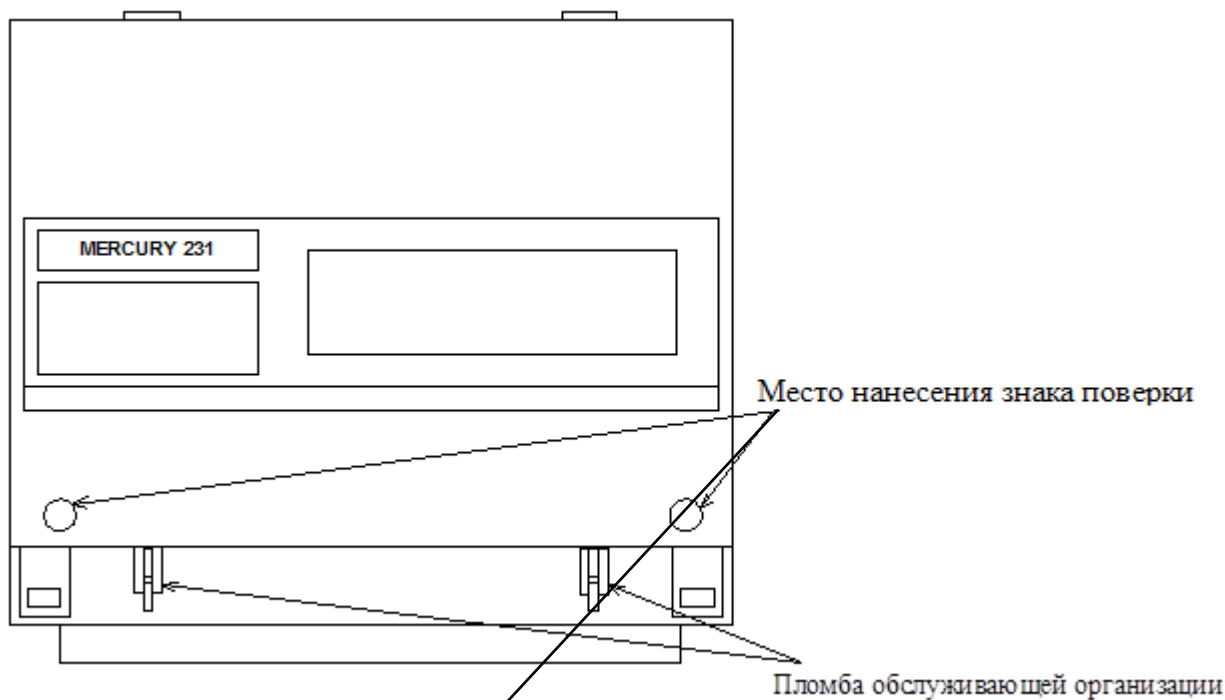

Рисунок 2
- снять пломбу защитной крышки контактной колодки, отвернуть два винта крепления и снять защитную крышку (рисунок 2);
Рисунок 2а